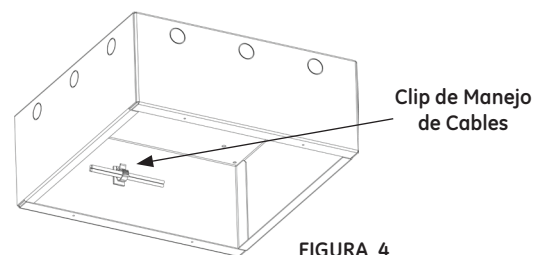

FIGURA 4
- Asegure el cableado al lado de la caja de montaje usando el clip de manejo de cables proporcionado (Vea la Figura 4).